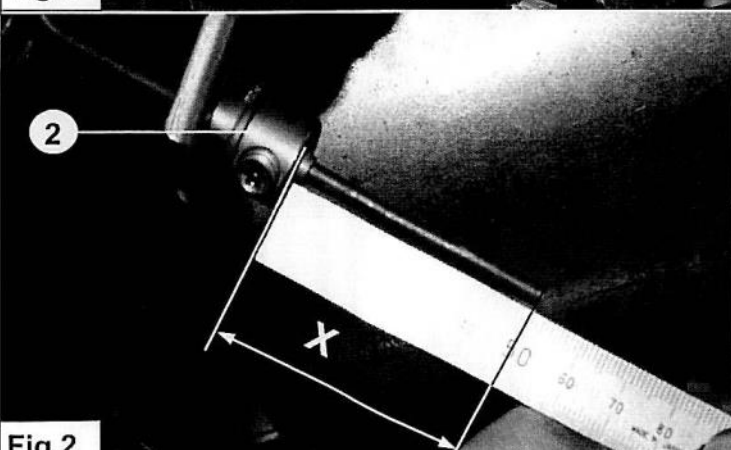

Fig.2
4. Réglez le CFA avec la pièce coulissante 2, de sorte que $X=50\text{mm} \pm 0.5$. Voir fig. 2.